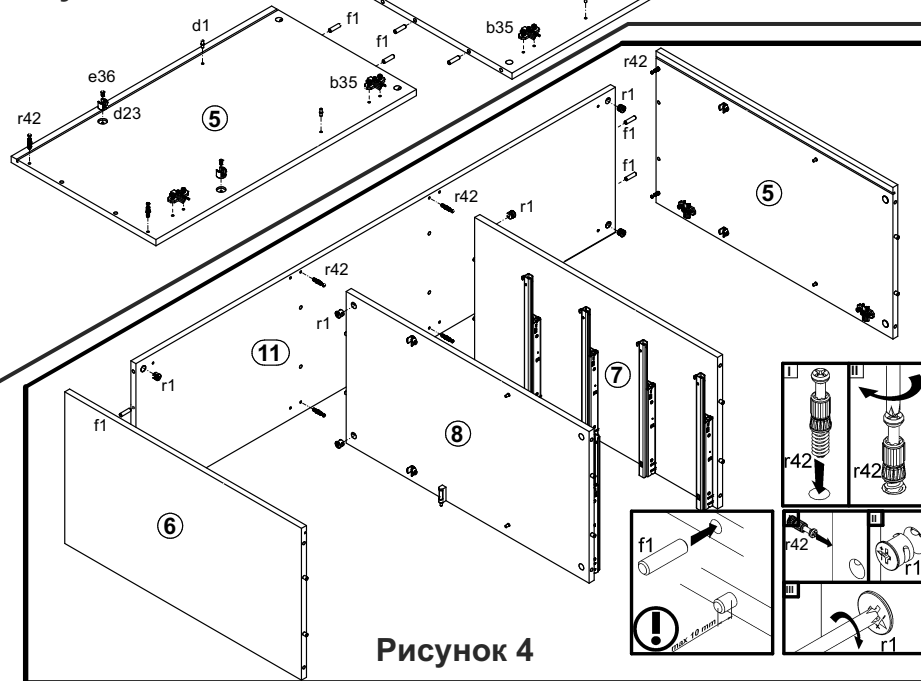

Рисунок 4
11. Соединить детали 5, 6, 7, 8, 10, 11 и затянуть стяжки эксцентриковые r1, пользуясь отверткой (см. рис. 4). Стяжки эксцентриковые r1 закрыть заглушками s2.